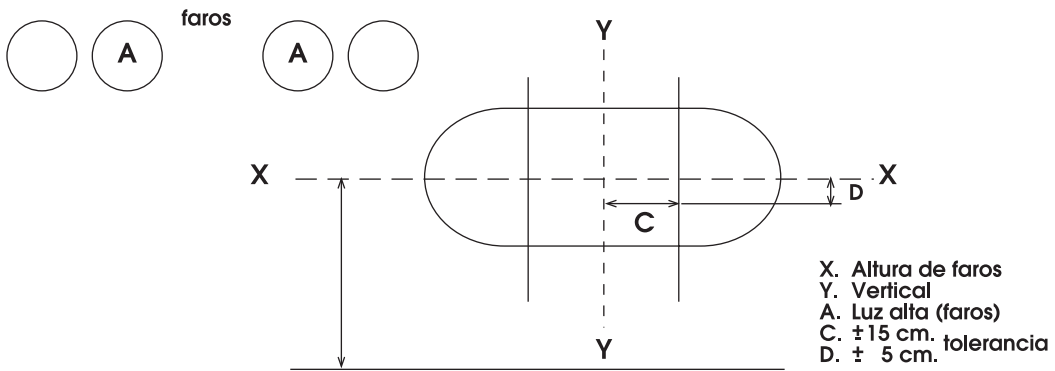

Fig. 12
Colocado el vehículo sobre el piso horizontal, a 7 metros, frente a una pared, se marca en ella (Fig. 12) la línea horizontal (X), correspondiente a la altura exacta de los faros y la vertical (y) frente al centro del carro, que divide la línea horizontal en 2 partes.